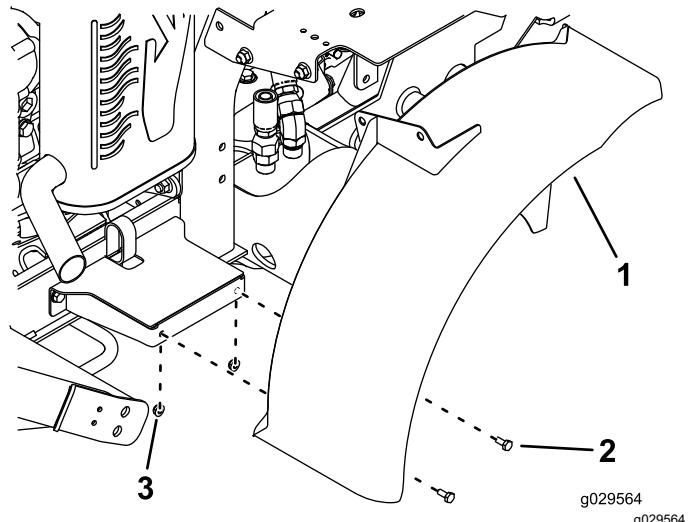

Bild 22
14. Befestigen Sie die Seite des rechten Kotflügels lose mit zwei Schrauben (1/4" x 5/8") und zwei Muttern (1/4") an der Kotflügelhalterung (Bild 22).
15. Befestigen Sie die Halterung oben am Kotflügel lose mit zwei Schrauben (3/8" x 3/4") und 2 Muttern (3/8") an der Kraftstofftankhalterung, wie in Bild Bild 22 gezeigt.